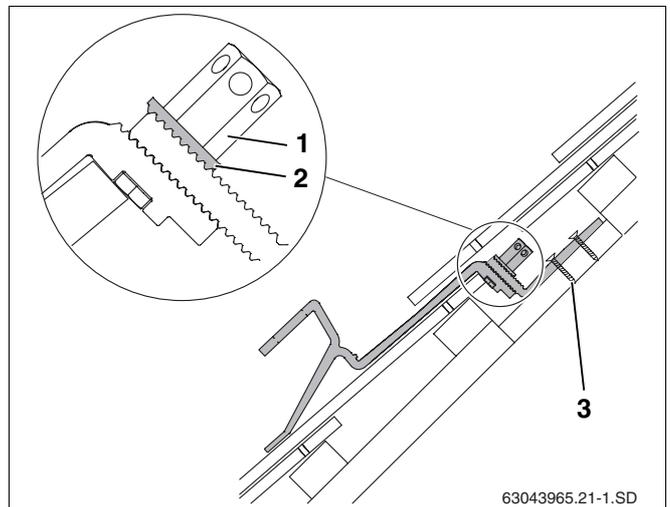

Рис. 19 Установленный кровельный крюк – показан в разрезе с укороченной нижней частью кровельного крюка
Зубчатая подкладная шайба (рис. 19, поз. 2) должна войти в зацепление с нижней частью кровельного крюка.
- Затянуть гайки (рис. 19, поз. 1). Для этого вставить ключ SW5 в отверстие гайки и повернуть его.
- Нижнюю часть кровельного крюка прикрепить к стропилам или доскам/брусу минимум в первом (рис. 19, поз. 3) и втором отверстиям соответствующими шурупами.